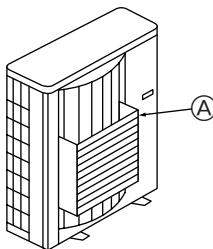

Fig. 2-4
- ② Installeer een optionele uitaatluchtgeleider en luchtgeleider als het apparaat wordt geïnstalleerd op een plaats waar krachtige windstoten bij storm etc. rechtstreeks de luchtauitlaat kunnen binnendringen. (Fig. 2-4)